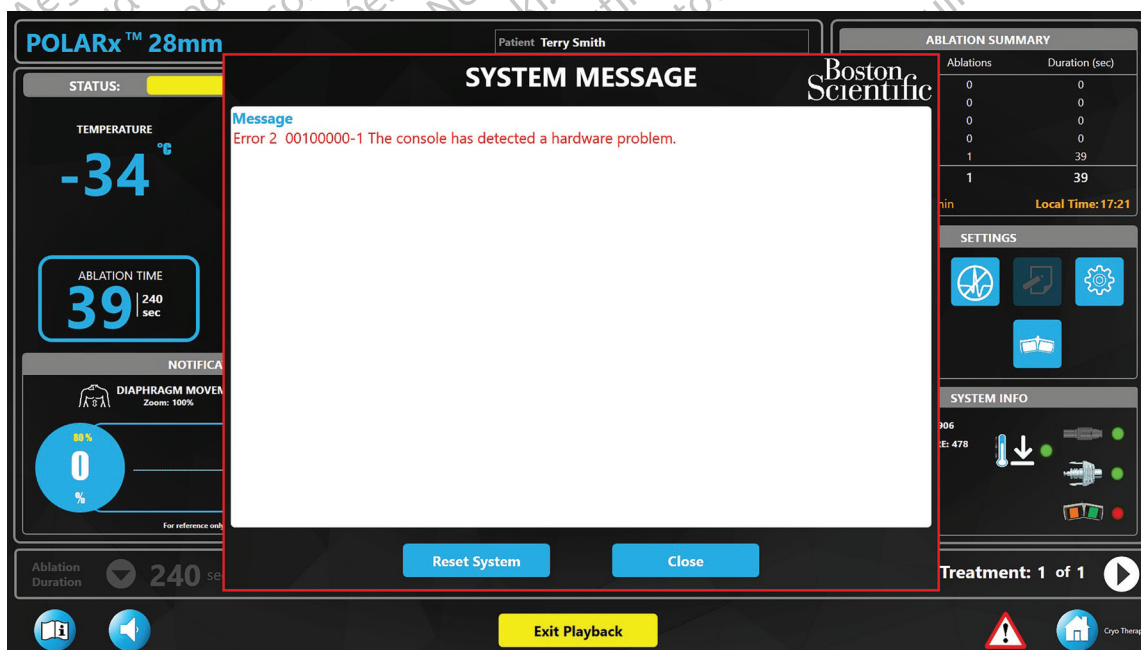

Figure 21. Fenêtre de messages du système
- Appuyer sur le triangle rouge en bas de l'écran pour ouvrir la fenêtre de messages système (voir Figure 20 Et Figure 21).